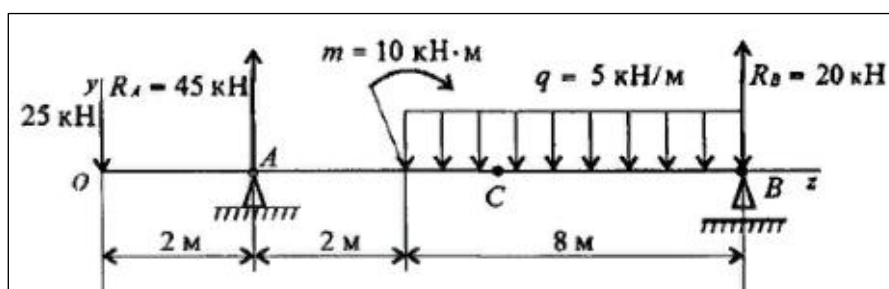

Рисунок 3
- 1) Определите координату  $z$ , в которой поперечная сила равна нулю (рис.3)
- 2) Определите величину изгибающего момента в точке C, если  $z = 5\text{ м}$  (рис.3)